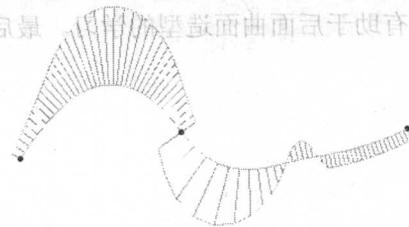

图1-7 斜率连续
- 斜率连续性：对于曲线的斜率连续，要求曲线在端点处连接，并且两条曲线在连接点处具有相同的切向并且切向夹角为  $0^\circ$ 。对于曲面的斜率连续，要求曲面在边缘处连接，并且在连接线上的任何一点，两个曲面都具有相同的法向。斜率连续通常称为 G1 连续，如图 1-7 所示。